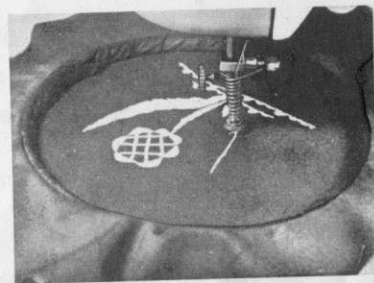

Fig. 32
1. Verwijder de zig-zagvoet en schuif de borduurveer over de naald, met het haakje over de klemmschroef van de naaldklem (Fig. 32).